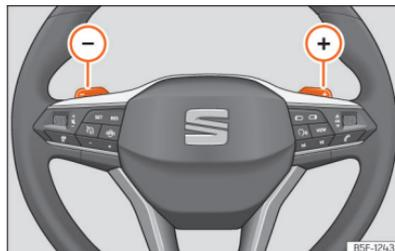

Abb. 92 Lenkrad: die Hebel für Automatikgetriebe.
- Tippen Sie die Schaltwippe (+), um einen Gang hochzuschalten >>> (Abb. 92).